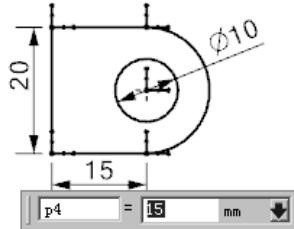
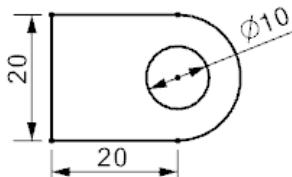

图 5.9.5 标注尺寸（二）
图 5.9.6 标注尺寸（三）
- Step 2** 系统弹出动态输入框，如图 5.9.5 所示。在动态输入框中输入新的尺寸值，并按回车键完成尺寸的修改，如图 5.9.6 所示。